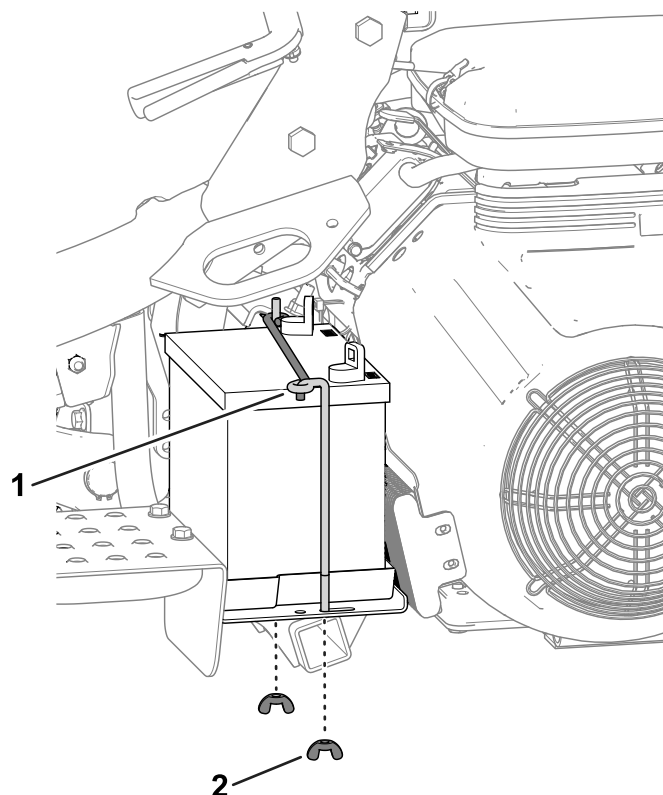

Figura 40
2. Retire as porcas de orelhas e barras que prendem a bateria à plataforma (Figura 40) e retire a bateria.
5. Coloque a bateria no tabuleiro da bateria e prenda-a com as barras e fixadores previamente removidos (Figura 40).